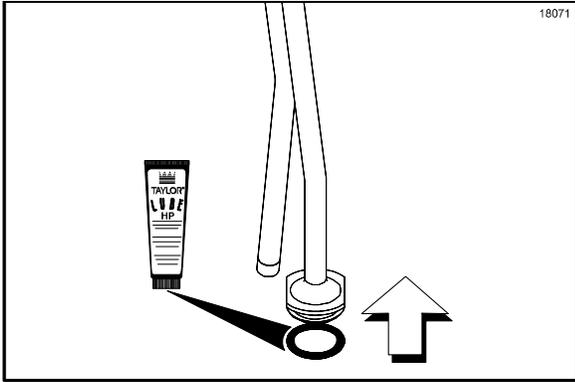

图 93
8. 润滑 1 英寸止漏圈并将其安装到排放管上的环槽内。（见图 93。）